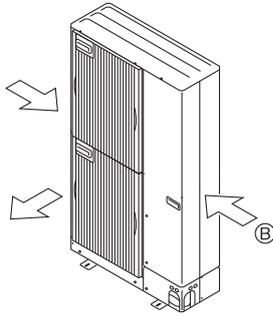
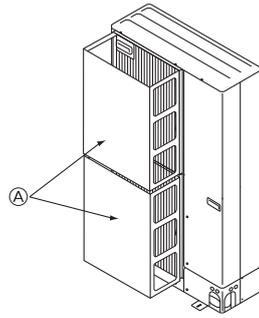

Fig. 2-5
Fig. 2-4
- ② Installer un guidage d'air optionnel si l'appareil est placé dans un endroit où les vents violents d'une tempête, par exemple, pourraient s'engouffrer directement dans la sortie d'air. (Fig. 2-4)
- (A) Guidage d'air
- ③ Placer l'appareil de sorte que la sortie d'air souffle dans la direction perpendiculaire à celle des vents saisonniers, si celle-ci est connue. (Fig. 2-5)
- (B) Sens du vent